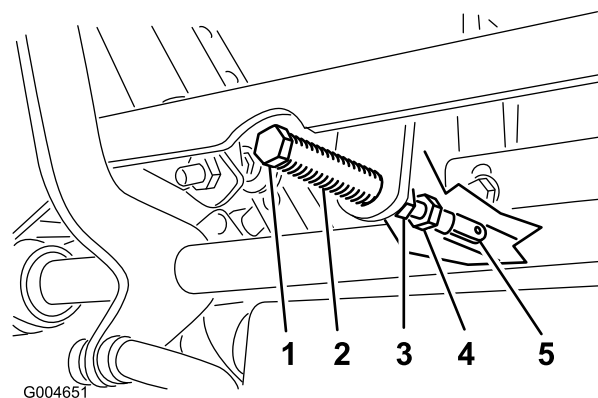

Figura 53
5. Puxe a alavanca para trás até que o pino de segurança (no braço por cima do eixo da articulação) entre em contacto com a extremidade da ranhura (até começar a fazer pressão na mola), como se mostra na Figura 53.
7. Se for necessário ajuste, solte a porca e a porca de bloqueio encostada à forquilha (Figura 53).
8. Aplicando uma pressão ligeira para trás à alavanca de controlo do movimento, rode a cabeça do parafuso de ajuste na direção adequada até a alavanca de controlo estar centrada na posição BLOQUEADA EM PONTO-MORTO (Figura 53).
9. Aperte a porca e a porca de bloqueio (Figura 53).
10. Aperte as porcas de bloqueio nas juntas de esfera (Figura 53).